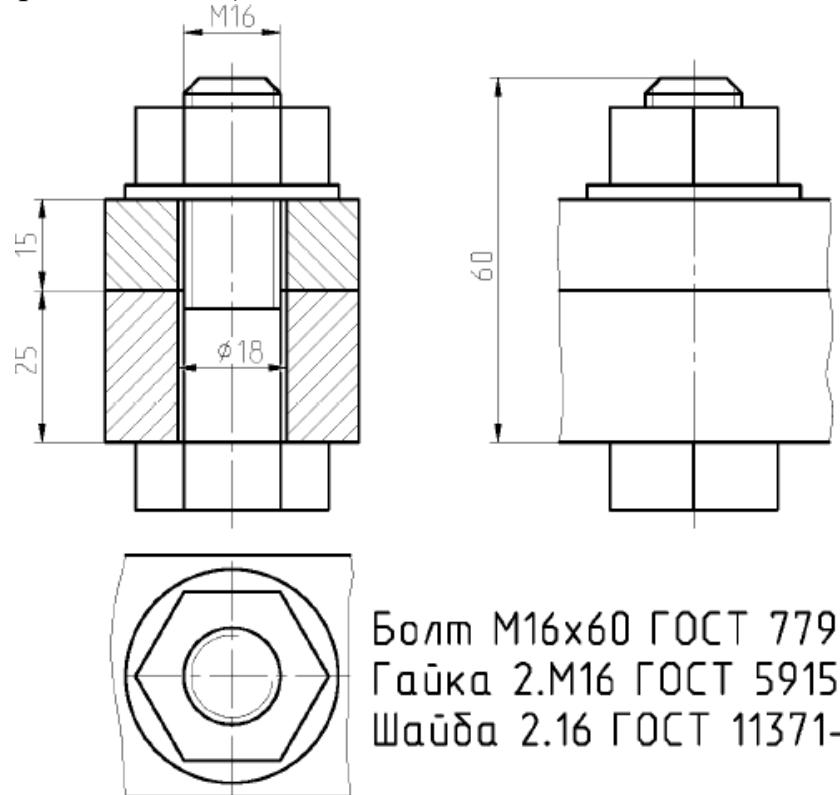

Рис.6. Образец выполнения задания болтового соединения
- Болтовое соединение вычерчивают с упрощениями: без фасок на гайке, шайбе и головке болта по образцу, приведенному на рис.6.
- Размеры, проставляемые на чертеже должны соответствовать образцу на рис.6.